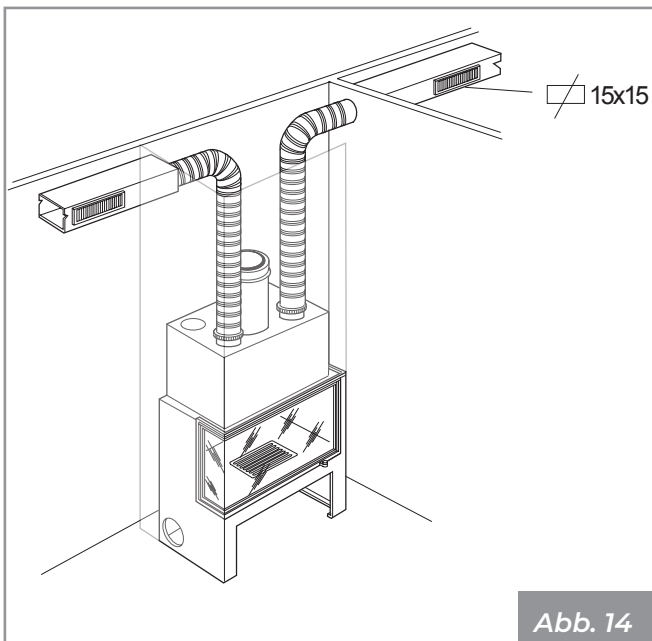

Abb. 14
- Aluminiumschlauch - Länge bis 6 m auf einzigem Kanal **(Abb. 14)**;
- Glattes Metallrohr - Länge bis 10 m auf einzigem Kanal **(Abb. 14)**;